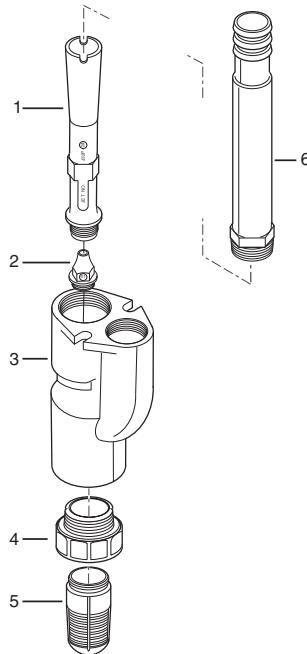

Figure 12 - Illustration des pièces de recharge
- Este kit contiene dos venturis y tres boquillas (ver Figure 12 de la página 8, Nos. de Ref. 1 y 2). Use sólo una boquilla y un venturi en la instalación. Seleccione la boquilla y el venturi correctos del Cuadro de Usos en la página 8.